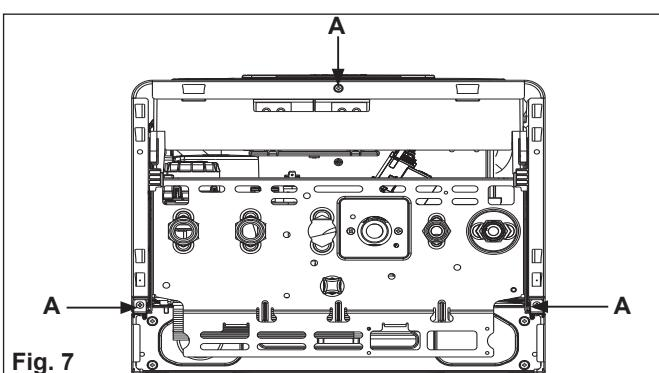
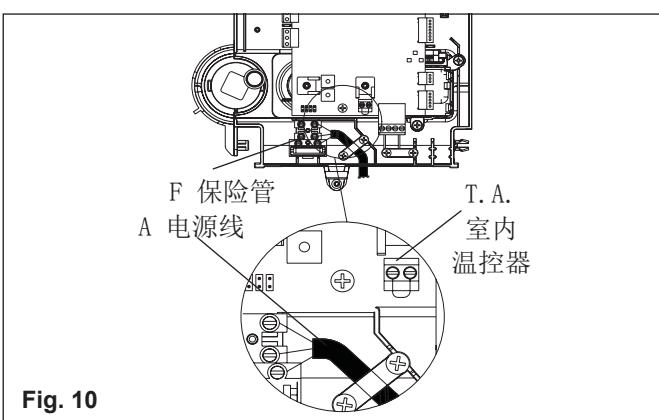

Fig. 7
Fig. 10
6. 电气连接 (Fig.7-Fig.10)
- 松开壳体的固定螺钉 (A) (Fig.7)
- 连接室内温控器电缆 (Fig.10)